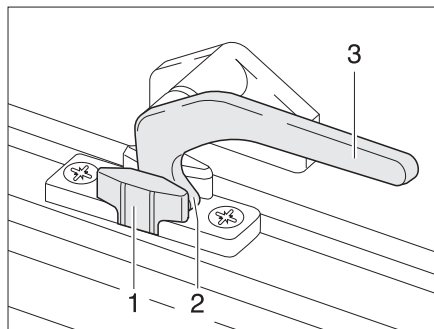

Fig. 58 Palanca de bloqueo en la posición de "ventilación continua"
- En la posición "ventilación continua" (Fig. 58)
- Girar la palanca de bloqueo (Fig. 58,3) un cuarto de vuelta hacia la mitad de la ventana.
- Girar de nuevo hacia atrás la palanca de bloqueo. El saliente de bloqueo (Fig. 58,2) se ha de introducir para ello en el rebaje del bloqueo de la ventana (Fig. 58,1).